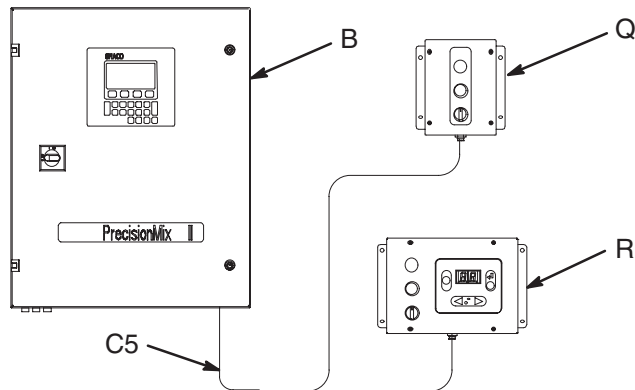

Fig. 3.12
Asegúrese de que el cable suministrado (C5) puede llegar hasta el controlador PrecisionMix II (B). Se suministra un cable de 30,5 m, conectado previamente a la estación del operario. El cable está ya desnudo y está provisto de virolas. Vea la Fig. 3.12.